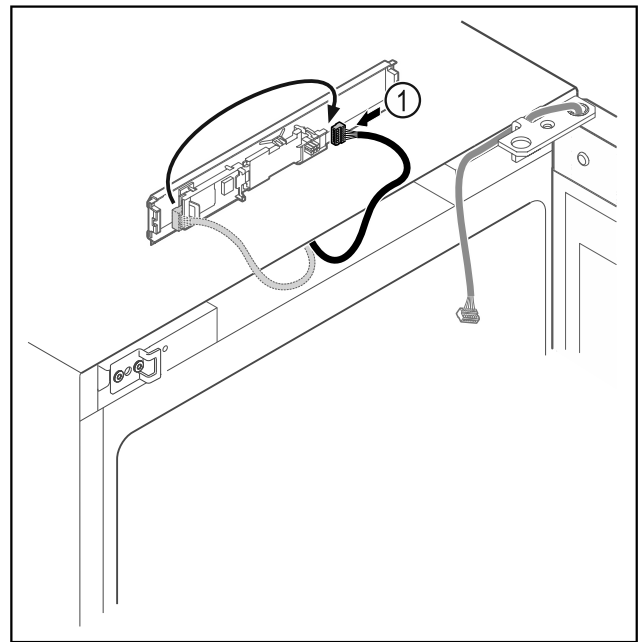

Fig. 12
- ▶ Преместете щекера Fig. 12 (1) на платката.